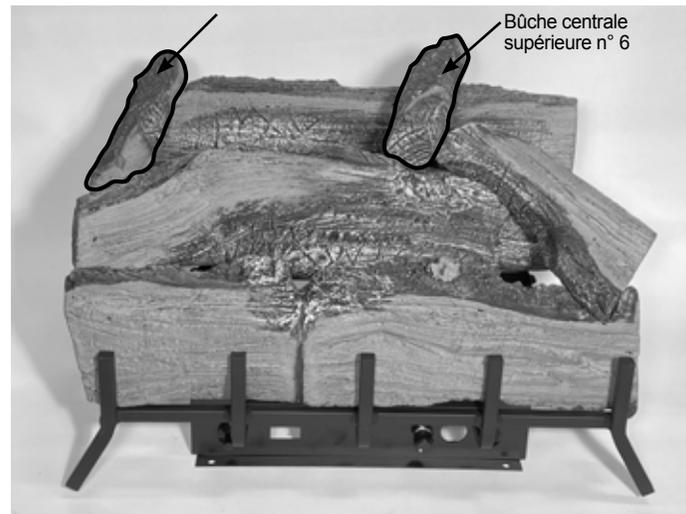

Figure 6.5a - Ensemble de bûches écorce Mezmer
5. Placez les deux dernières bûches (n° 5, n° 6) en les faisant reposer sur les bûches du milieu et de l'arrière. Figures 6.5a et 6.5b